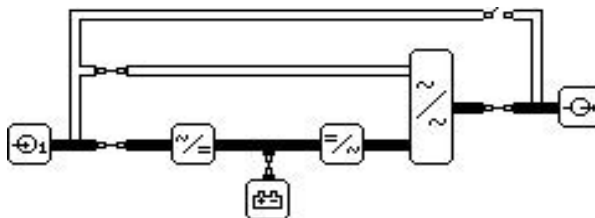

Figure 5 Schéma synoptique
Dans le schéma synoptique de l'écran LCD supérieur, vous trouverez les symboles associés à l'alimentation secteur, à la source de réserve (bypass), à la batterie, à la sortie, au redresseur, au convertisseur DC, au commutateur statique et aux sectionneurs de l'onduleur. Ce schéma a été conçu pour permettre à l'utilisateur de comprendre le mode de fonctionnement de l'onduleur au premier coup d'œil, de manière très simple. Le diagramme synoptique varie en fonction du mode de fonctionnement choisi. Par exemple, la Figure 5 présente l'onduleur en mode Normal.
Il est facile de savoir quels sont les sectionneurs activés (ON) ou désactivés (OFF) en regardant les symboles qui leur sont associés dans le schéma synoptique. Par exemple, d'après la Figure 5, seul le sectionneur de bypass manuel est désactivé (OFF), les autres étant activés (ON).